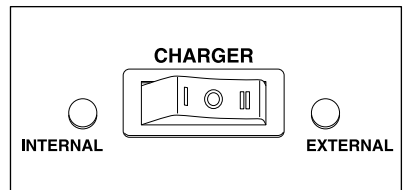

Fig. 5
- Si la tensión es superior a 5 V, conecte el cable de alimentación de la RESCUE 4000HD/4050HD a una toma de 120V AC y establecer el interruptor en la parte frontal de la unidad para EXTERNO. (Fig. 5)